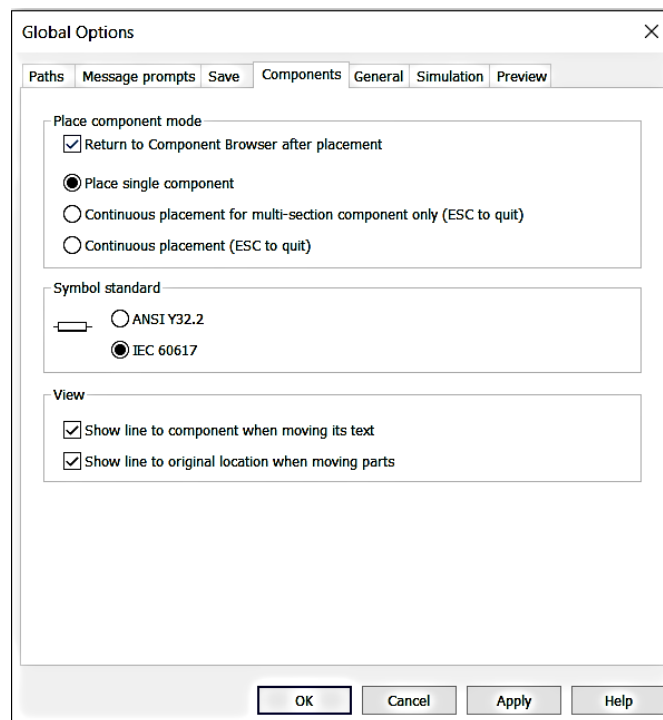

Рисунок 3 -Выбор стандарта
- На этой же вкладке выбирается стандарт для изображения компонентов (IEC 60617), а на вкладке Save – интервалы времени для автосохранения созданных документов (рис. 3).